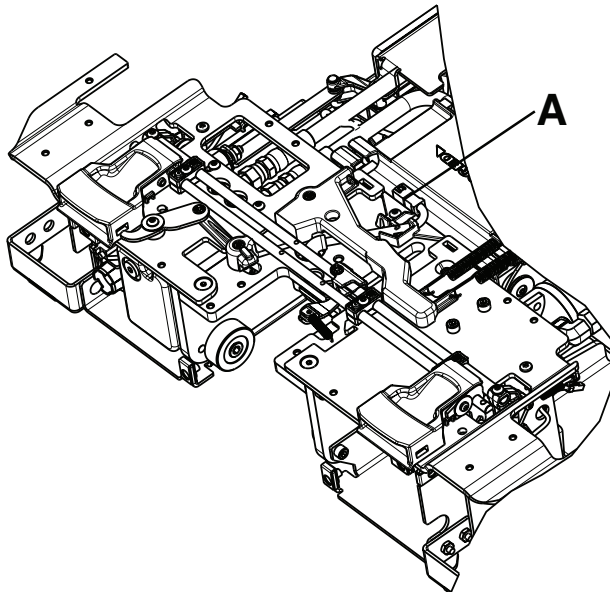

Figure 28 – Ensemble de câble principal
3. Débrancher le câble TPS (A) de l'ensemble de câble principal (Figure 28).